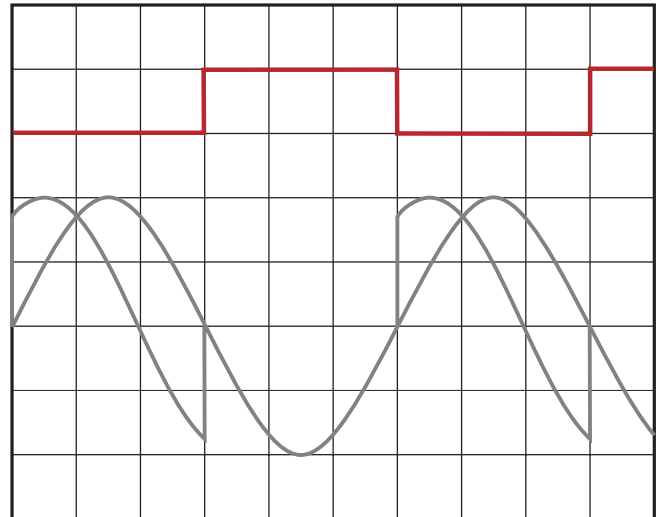

Abb. 1: PSK Signal  $Ph0=0^\circ$ ;  $Ph1=70^\circ$  phasenverschoben
**Abb. 1** zeigt ein Rechtecksignal mit 5V TTL-Pegel. Ebenfalls ist ein Sinussignal sichtbar, dessen Nulldurchgänge zur gleichen Zeit erfolgen wie die Flanken des Rechtecksignals. Dies ist das nicht phasenverschobene Sinussignal. Das dazugehörige PSK Signal ist während des High-Pegels um  $Ph0=0^\circ$  und während des Low-Pegels um  $Ph1=70^\circ$  phasenverschoben.